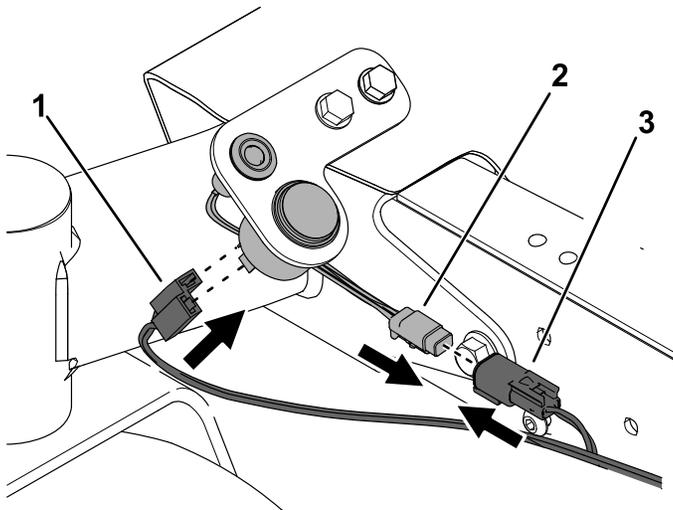

Figure 14
2. Branchez le connecteur de voyant sur le voyant et le connecteur d'alarme sur l'alarme (Figure 14).